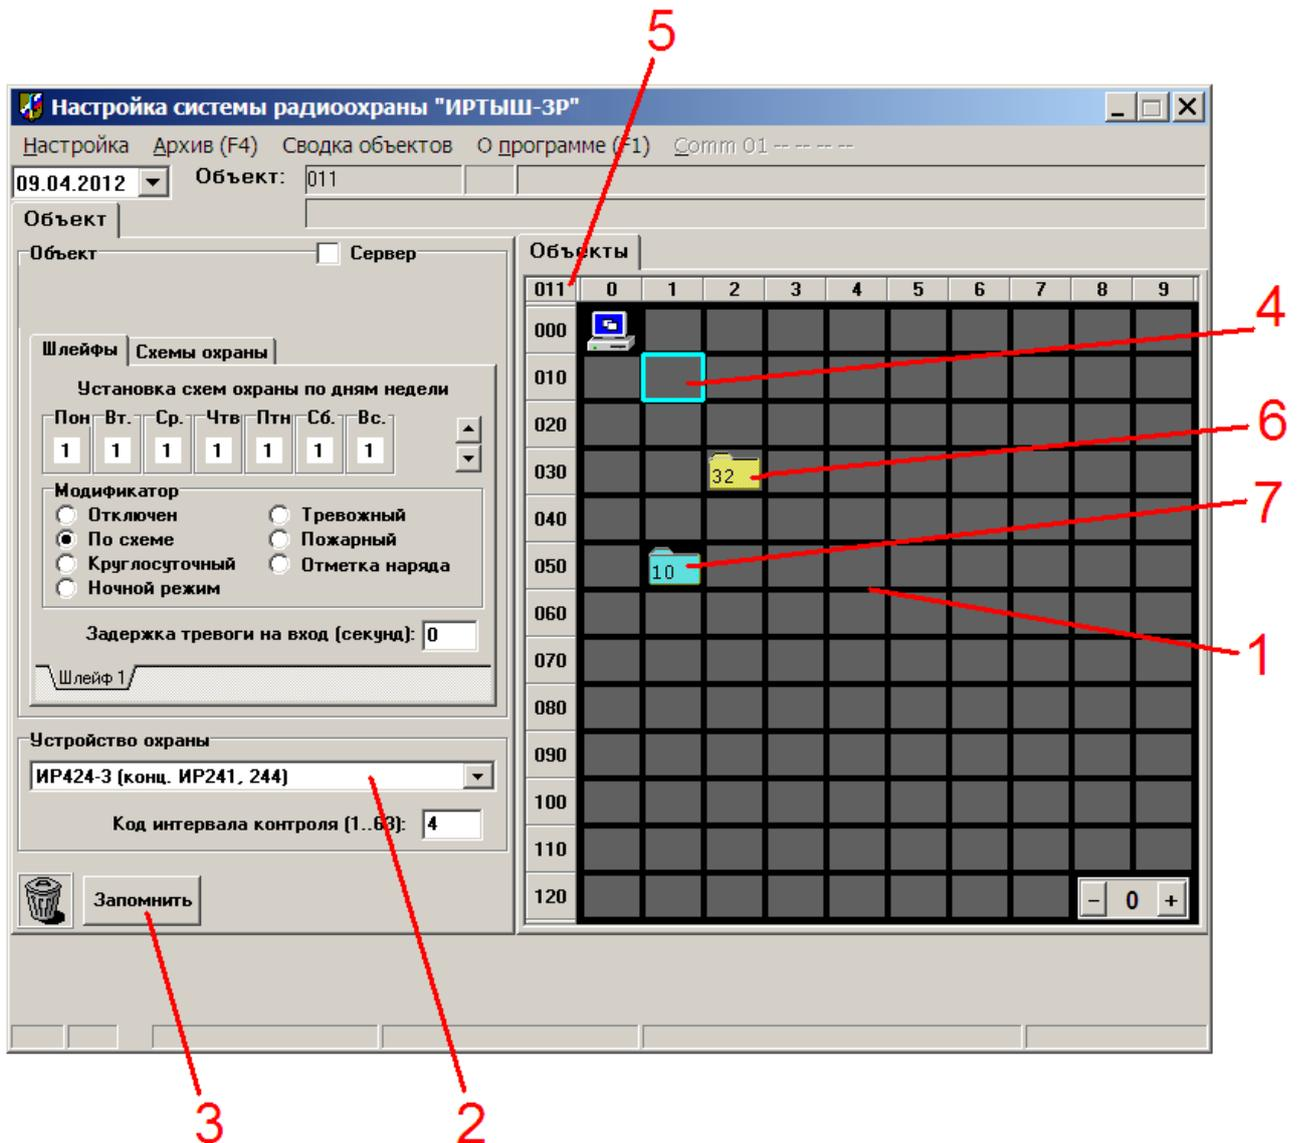

Рис.6
1. Переключаемся на отображение поля размещения объектов нужного концентратора (того, которому будет принадлежать вводимый объект). Для этого на поле размещения объектов с номером «0» (рис.6, метка 1) производим двойной щелчок левой кнопкой мыши на значке нужного концентратора (рис.6, метка 6). Отобразится поле размещения объектов выбранного концентратора: